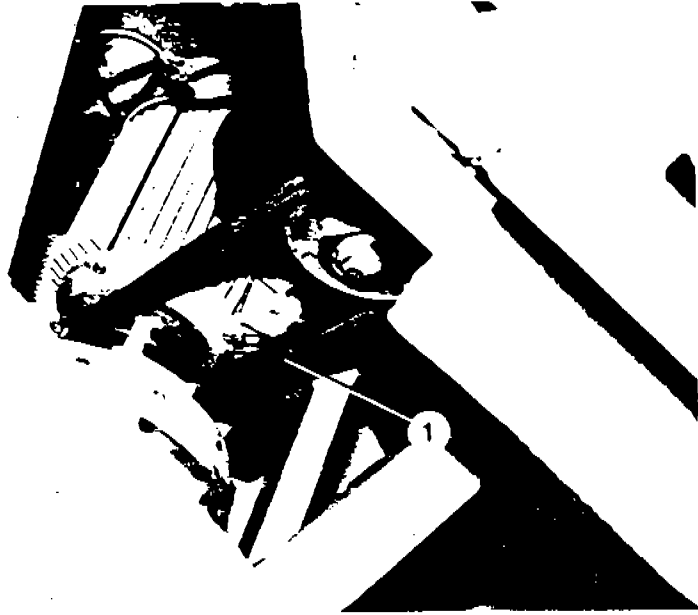

Fig. 5
- d) Check belts (1-Fig. 5) for correct tension; when applying a pressure of about 10 kg a sag of about 1 cm should be obtained.
- d) Verificare la tensione delle cinghie 1-Fig. 5. Queste, alla pressione di circa 10 kg. devono avere una freccia di circa 1 cm.